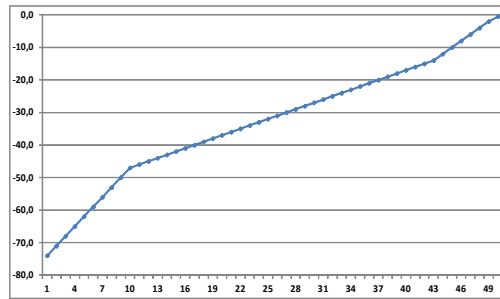

fig. 3
3. Curva #3 – Questa curva ottimizza l'ascolto a metà volume (fig. 3).